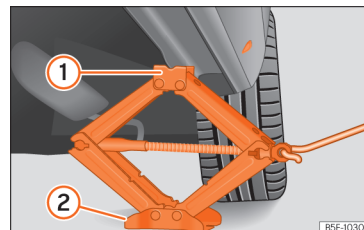

Abb. 41 Längsholm: Wagenheber ansetzen.
- Drehen Sie die Kurbel des unter dem Aufnahmepunkt des Längsträgers befindlichen Wagenhebers*, bis sich die Nase ① » Abb. 41 unter der vorgesehenen Einföhrung befindet.
- Richten Sie den Wagenheber* so aus, dass sein Aufnahmehorn ① in die dafür vorgesehene Aufnahme am Längsträger „greift“ und die bewegliche Grundplatte ② plan auf dem Boden aufliegt. Die Bodenplatte ② muss sich »